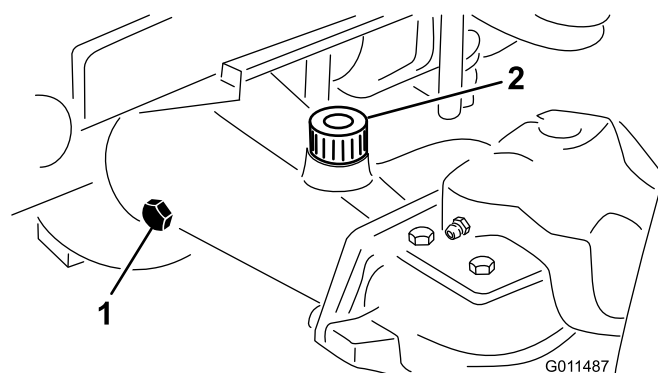

Figure 14
2. Enlevez un bouchon de contrôle à une extrémité du pont arrière (Figure 14) et vérifiez que le lubrifiant atteint la base de l'orifice. Si le niveau est bas, enlevez le bouchon de remplissage (Figure 14) et